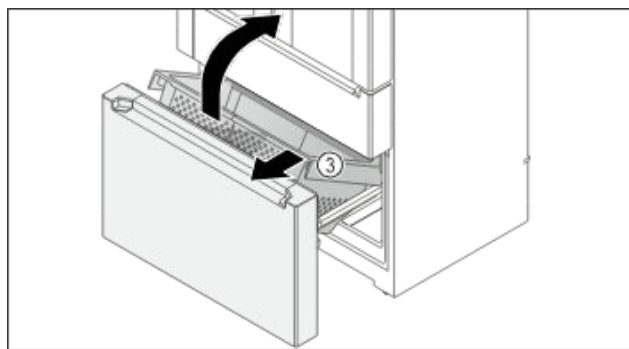

Fig. 153
- ▶ Pojemnik Fig. 153 (3) podnieść w przód.
- ▶ Pojemnik Fig. 153 (3) wyjąć w przód po skosie.